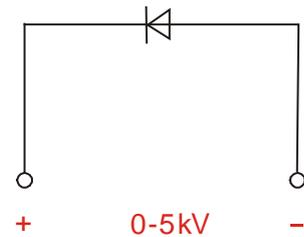
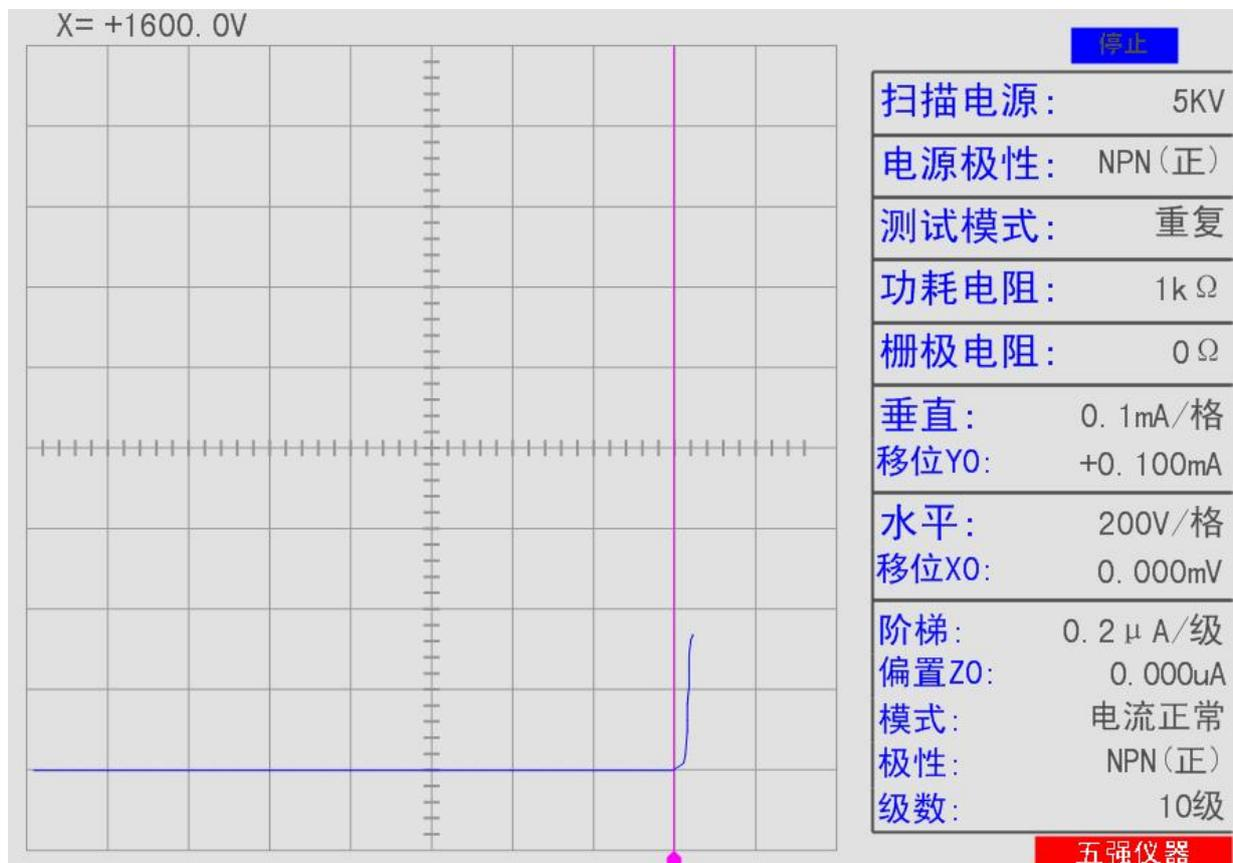

图 40
图 41: 1N4007 反向击穿电压值测试
6.13 硅整流二极管 1N4007 反向击穿电压值测试, 连接见图 40, 特性曲线见图 41, (“设置” - “数字滤波设置” - “IR 滤波设置” - 开)